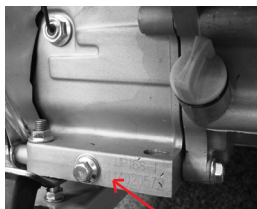

Рис. 21
3. Выкрутите сливной болт (Рис. 21, 22);
5. Закрутите на место сливной болт с прокладкой (Рис. 21);